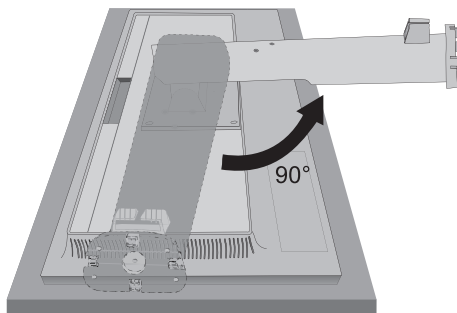

Figure 1
1. Placez le moniteur face vers le bas sur une surface non abrasive (**Figure 1**).
2. Faites pivoter la base de 90 degrés, comme illustré par la **Figure 1**.